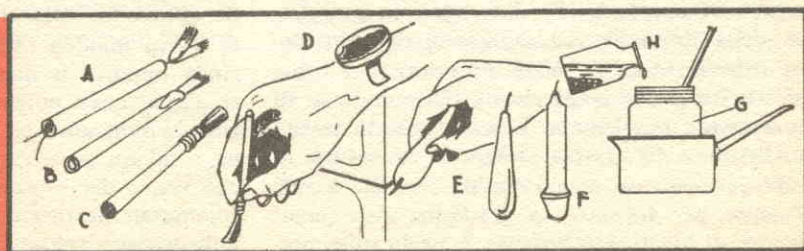

Fig. 3
Questi si presentano sotto forma di preparati solidi, liquidi o pastosi. Essi hanno tutti lo scopo di provocare un contatto diretto tra il metallo d'apporto e quello da saldare. I principali materiali facenti parte della composizione di questi pulitori sono le sostanze grasse, le resine ed i cloruri. Questi ultimi agiscono come dissolventi dello strato d'ossido che ricopre tutti i metalli. I più usati sono i cloruri di zinco e d'ammoniaca. Per questi lavori su zinco decomponete una piccola quantità di spirito di sale gettando dei trucioli di zinco in una piccola quantità di acido cloridrico. Per evitare, durante questa operazione, le proiezioni corrosive, versate poco per volta lo zinco nell'acido. Tale decapante viene applicato sullo zinco mediante un pennello il cui manico (A-B-C, fig. 3) è in vetro, in zinco oppure in materia plastica. Nelle stesse circostanze potete fare uso di cloruro di zinco chimicamente puro, unito ad una resina o ad un grasso qualunque. Si possono anche usare dei blocchi di sale ammoniacico fuso, ma in pratica essi vengono riservati alla pulitura dei saldatoio. Tra i decapanti grassi,
citiamo la collofonia, la serina, la glicerina, il sego, la vasellina, la paraffina e la cera vergine. I pulitori debbono sempre essere scelti secondo i metalli da saldare. Per il piombo utilizzerete sempre la resina, il sego (E, fig. 3) o la stearina (F). Per il ferro bianco e lo stagno, il pulitore più usato è costituito da una soluzione di cloruro di zinco. Per le saldature sul piombo (tubazioni sanitarie), preferite la candela di sego che troverete in tutte le